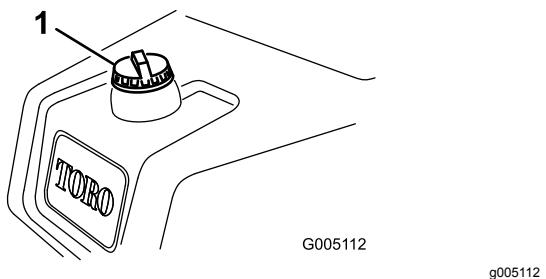

Figure 23
1. Nettoyez la surface autour du bouchon du réservoir de carburant (Figure 23).